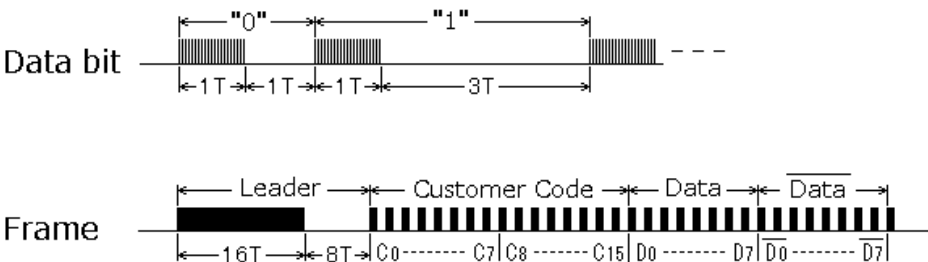

図 4.24.3.1 NEC フォーマットの信号波形
- 1 例として NEC フォーマットの仕様の概略を以下と図 4.24.3.1 に示します。